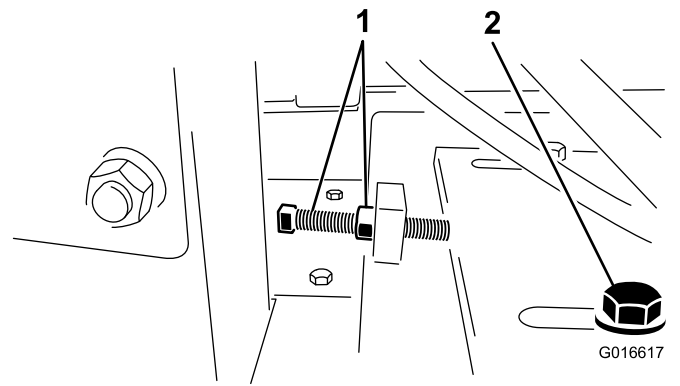

Bild 25
6. Lösen Sie die Riemenspannschraube und die Klemmmutter. Schieben Sie den Motor zum Schwungradgehäuse, um den Riemen zu lösen (**Bild 25**).
6. Lösen Sie die Riemenspannschraube und die Klemmmutter und schieben Sie den Motor zum Schwungradgehäuse, um den Riemen zu lösen (Bild 25).